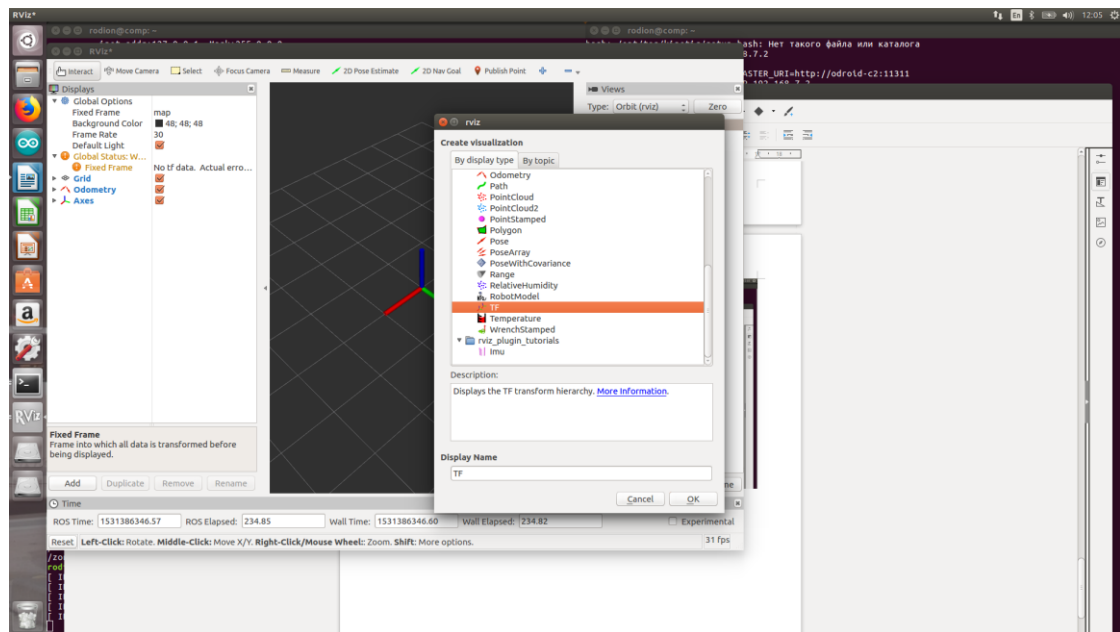

Рис. 27. Добавление топика TF
9. Добавляем функцию «odometry» (в ней выбираем «axes», «axes» и топик ODOM), топик TF; в поле «fixed frame» выбираем также топик ODOM (рис. 27). Это позволяет роботу сохранять свою одометрию и ориентироваться в пространстве с помощью фрейма из топика TF. (Здесь, под фреймом понимается базовая точка отсчета, относительно которой определяется положение робота при его движении).